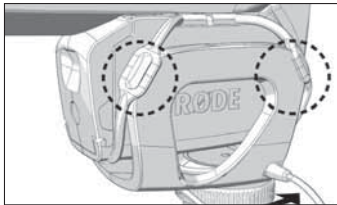

Abb. 13 – Befestigung der Gummibänder an der Seite des Mikrofonkorpus
4. Ziehen Sie jetzt noch die ovalen Schlaufen der Gummibänder über die kartuschenförmigen Aufnahmen an den vier oberen Ecken der Halterung (Abb. 13).